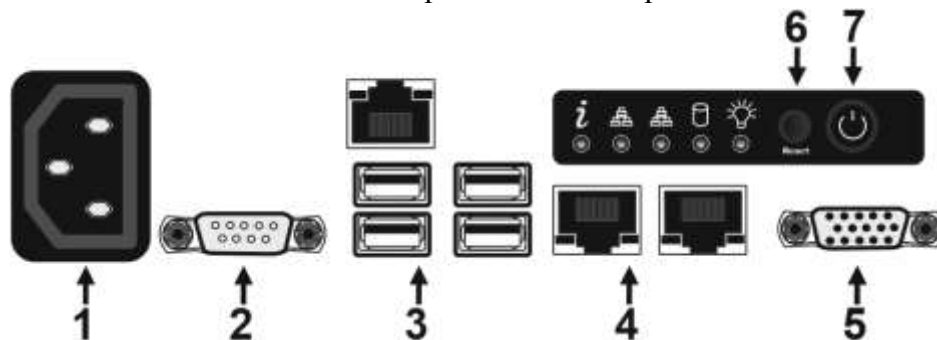

Рисунок 2. Назначение элементов системного блока.
2.4 Назначение элементов системного блока представлены на рис.2: